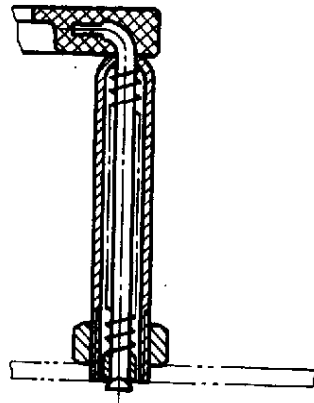

图 5
3.3 被剖切弹簧的直径在图形上等于或小于 2 mm，并且弹簧内部还有零件，为了便于表达，可按图 5 的示意图形式绘制。